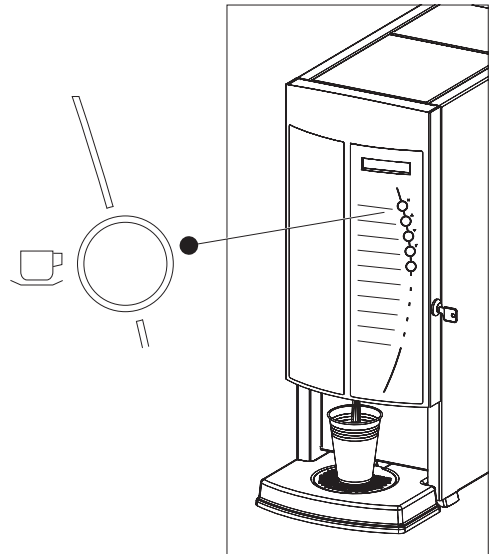

Fig. 29
1. Placer en tom kop under udslippet (fig. 29).